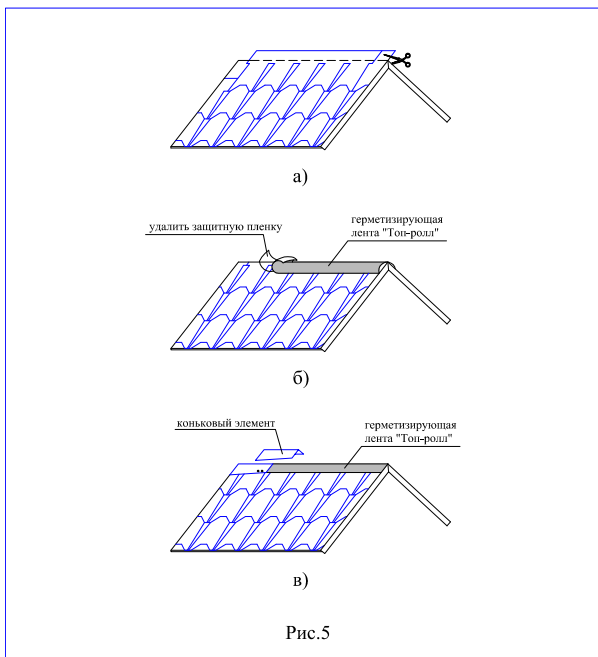

Рис.5
Конек (рис. 5)
- Верхний ряд черепицы доводится до линии конька (ребра), выступающие части листов обрезаются (рис. 5а);
- линии коньков и ребер герметизируются специальной самоклеящейся лентой «Топ-ролл» (рис. 5б);
- далее устанавливаются внахлест специальные коньковые элементы (направление укладки по преимущественному направлению ветра), рис. 5в. Каждый коньковый элемент плотно прижимается к основанию кровли и фиксируется 4 гвоздями длиной 35мм, которые перекрываются следующим коньковым элементом;